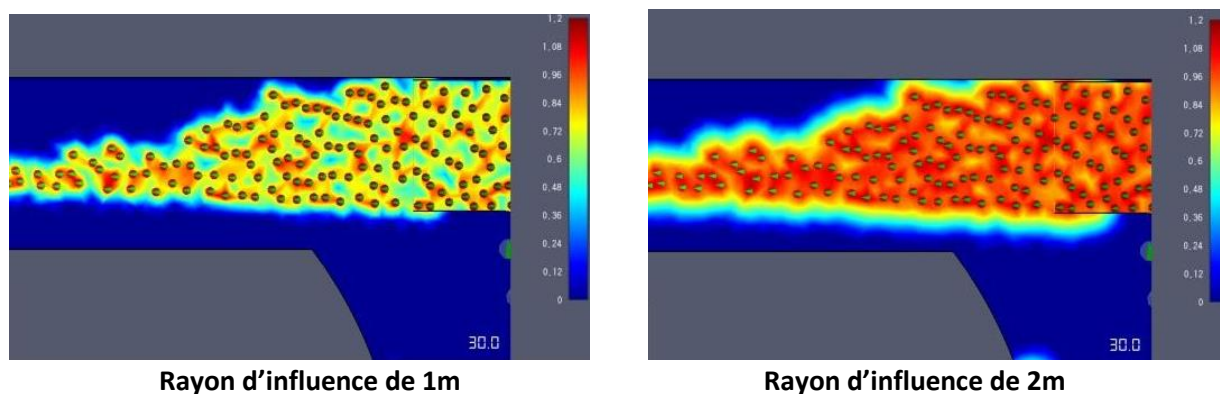

Figure 12.15 : l'effet du rayon d'influence sur les contours
- **Rayon d'influence** : contrôle la taille de la zone que chaque valeur d'occupants a sur le contour (contours Temps pour sortir et Vitesse uniquement). Cette valeur diminue depuis la valeur totale, où l'occupant se trouve, jusqu'à zéro, au niveau de ce rayon. Vous pouvez voir une illustration des effets de cette propriété à la figure 12.15.